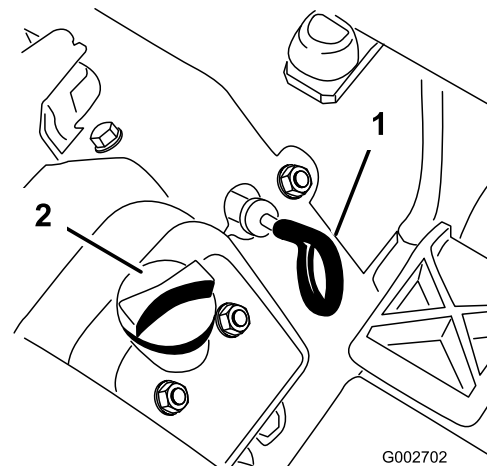

Bild 14
3. Ziehen Sie den Peilstab heraus (Bild 14) und wischen Sie ihn mit einem sauberen Lappen ab.